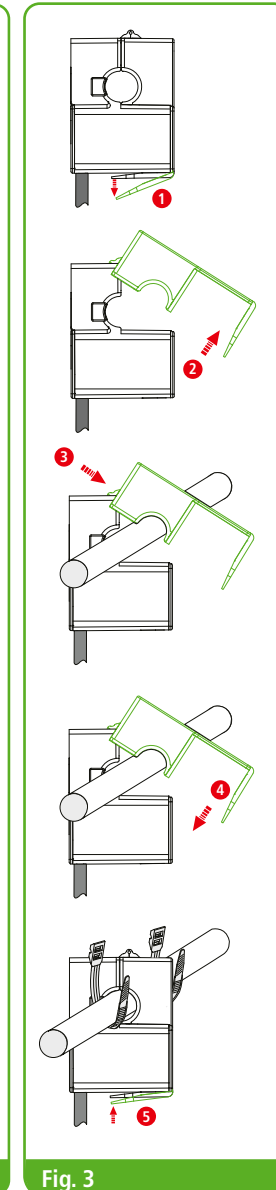

Fig. 3
- Zum Öffnen des Wandlers wird die Rastnase nach unten gedrückt und so entriegelt (siehe Fig. 3).
- Danach kann der Wandler nach oben geöffnet werden (siehe Fig. 3)
- Die Rastnase muss beim Schließen wieder einrasten (siehe Fig. 3).
- To open the transformer, the catch is pressed down and thus unlocked (see Fig. 3).
- The transformer can then be opened by pushing it upwards (see Fig. 3).
- The catch must snap back into place when the transformer is closed (see Fig. 3).